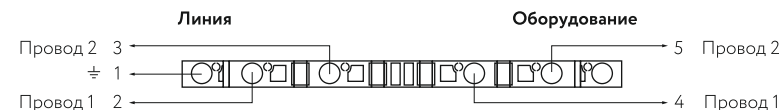

Рисунок 3. Вводы и выходы УЗИП
1.5.2 Вводы и выходы УЗИП показаны на рис. 3.